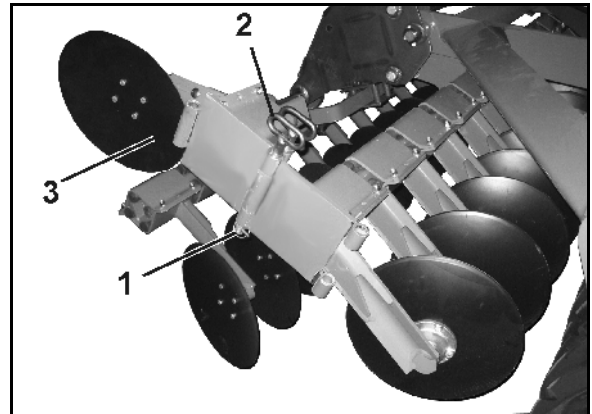

Рис. 58
- 2.1 Ослабьте пружинный фиксатор (Рис. 58/1).
- 2.2 Выньте вставной палец (Рис. 58/2).
- 2.3 Сложите крайний диск (Рис. 58/3) и закрепите его пальцем в этом положении.